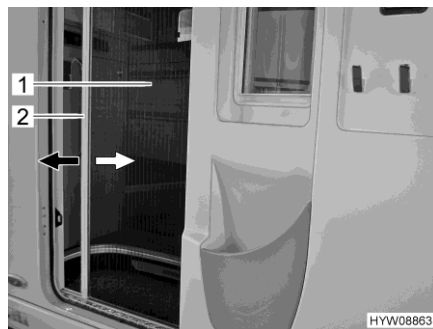

Fig. 18 Protección contra insectos (puerta de entrada)
- Agarrar el agarradero (Fig. 18,2) con ambas manos y extraer la protección contra insectos (Fig. 18,1) uniformemente del alojamiento de puerta.
- Agarrar el agarradero (Fig. 18,2) con ambas manos e introducir la protección contra insectos (Fig. 18,1) en el alojamiento de puerta presionando ligeramente.